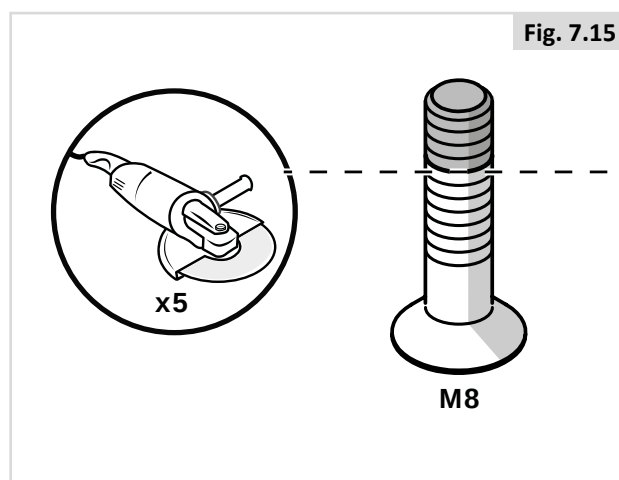

Fig. 7.15
6. Afskær skruerne ved markeringen (Fig. 7.15).